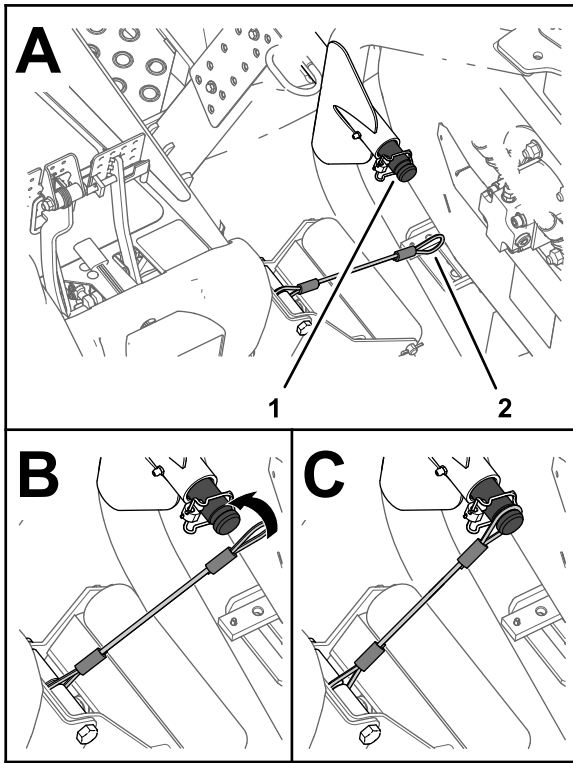

Figura 30
5. Alinee el cordón con el eje portador del brazo de elevación de la unidad de corte delantera exterior (Figura 30).
6. Coloque el bucle del cordón sobre el eje portador hasta que el cordón quede correctamente asentado en la ranura del eje (Figura 30).